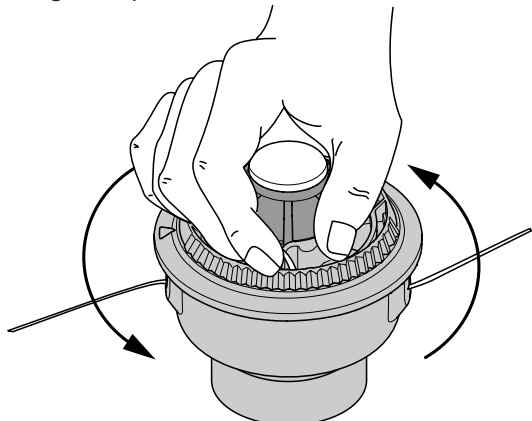

Fig. 50
8. Sostenga la bobina exterior. Bobine el carrete interior en sentido antihorario hasta que queden alrededor de 102 mm (4 pulgadas) de línea (Fig. 50).